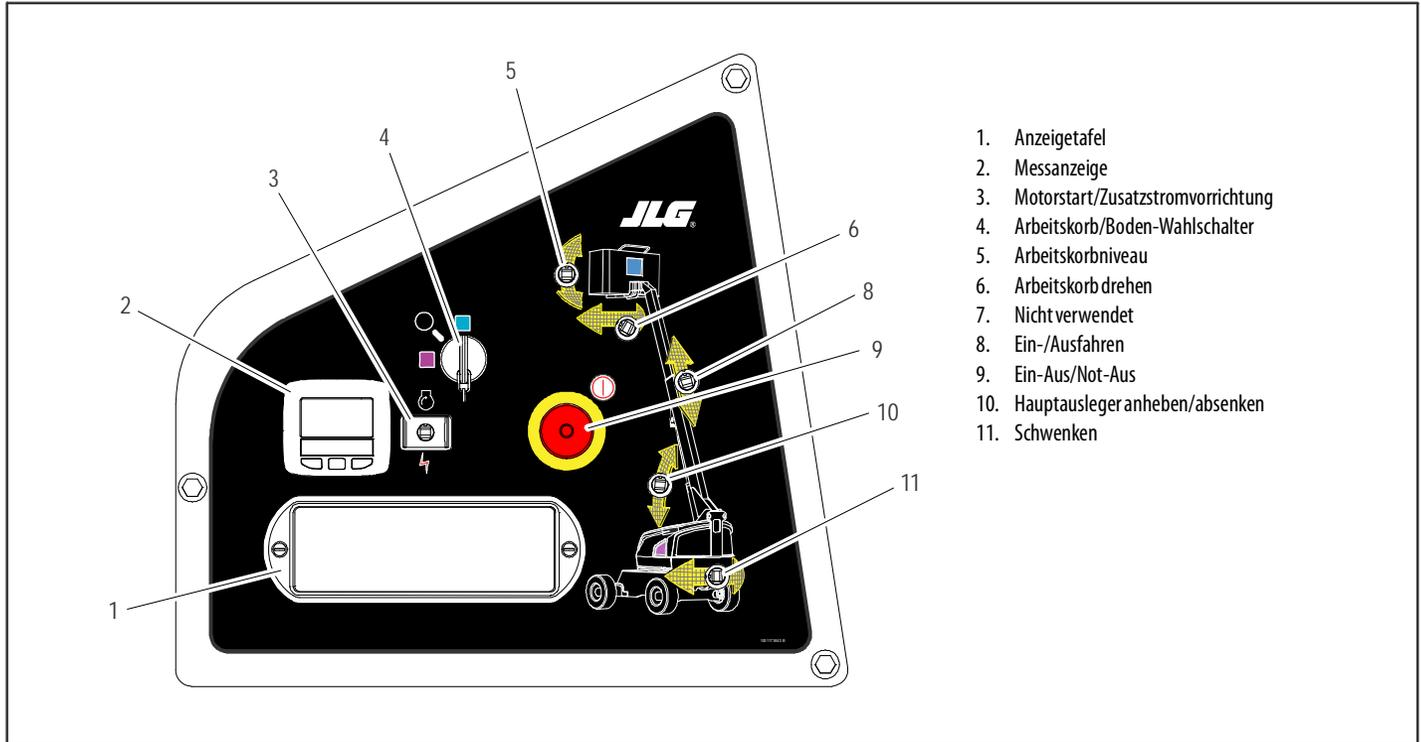
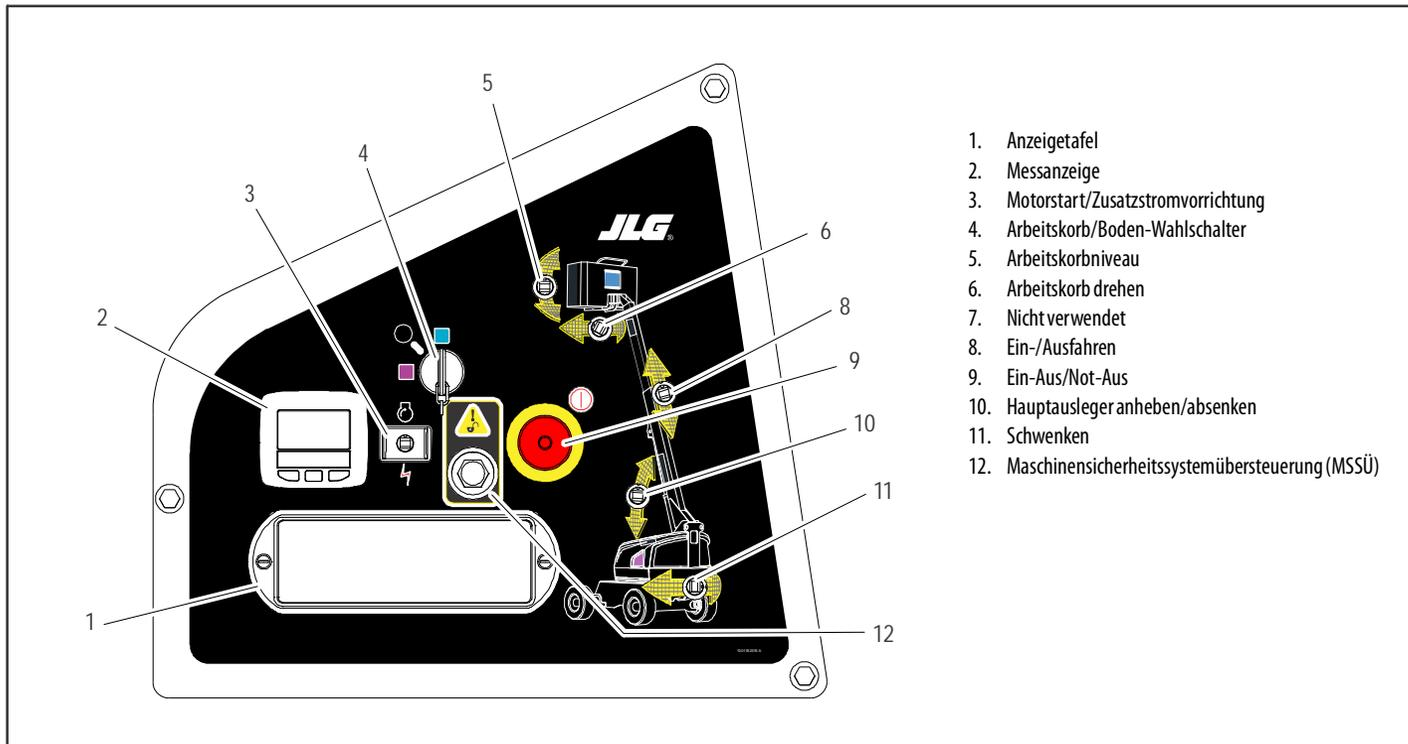
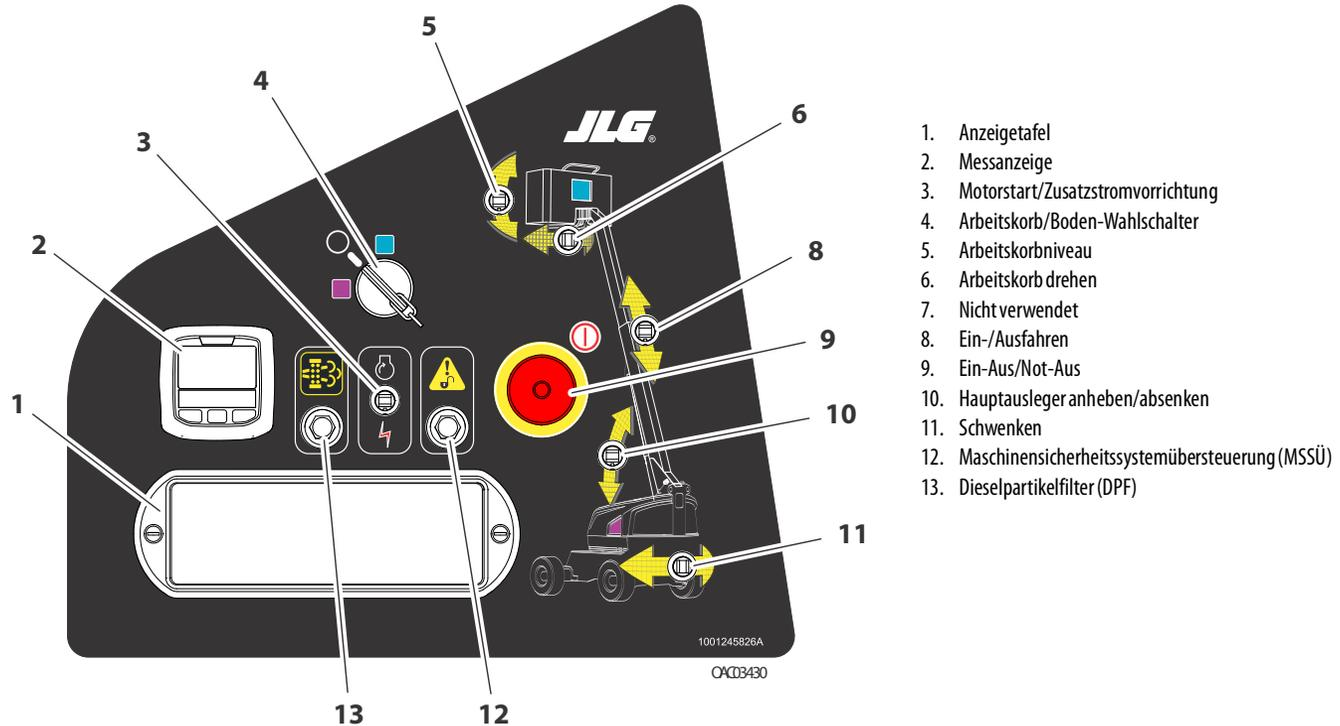
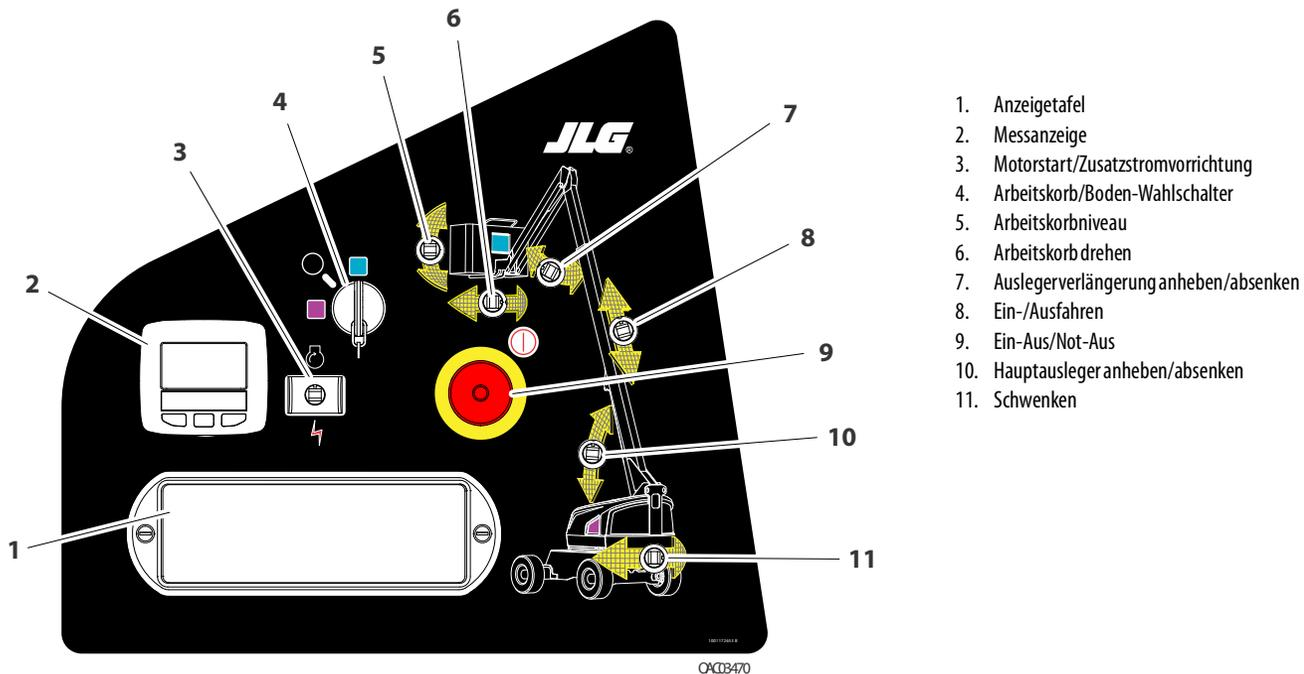

Abbildung 3-1. Boden-Bedienpult – 400S HC3 ohne MSSÜ
Abbildung 3-2. Boden-Bedienpult – 400S HC3 mit MSSÜ
Abbildung 3-3. Boden-Bedienpult – 400S HC3 mit MSSÜ und DPF
Abbildung 3-4. Boden-Bedienpult – 460SJ HC3 ohne MSSÜ
*(Siehe Abbildung 3-1., Abbildung 3-2., Abbildung 3-3. und Abbildung 3-4.)*